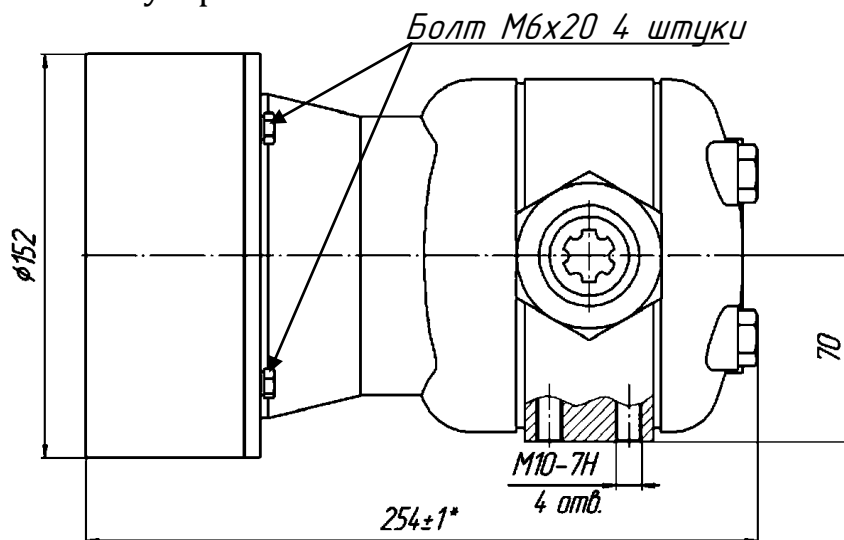

Рисунок 2 – Общий вид счетчика ППО-25/1,6 (ОАО Промприбор г. Ливны).
1. Открутить четыре болта М6 (см. рисунок 2), отвернуть пломбировочный винт, отсоединить отсчетное устройство от основного корпуса счетчика.